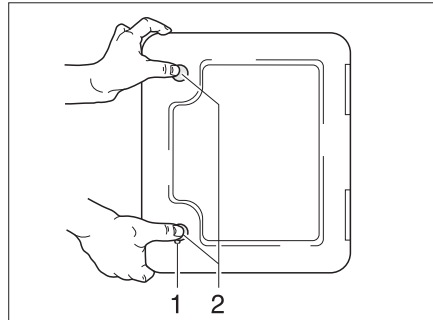

Bild 144 Klappe für die Toiletten-Kassette
- Die Klappe für die Kassette außen am Fahrzeug öffnen. Dazu den Schlüssel in den Schließzylinder des Druckschlösses (Bild 144,1) stecken und eine viertel Umdrehung drehen.
- Beide Druckschlösser (Bild 144,2) gleichzeitig mit dem Daumen drücken und die Klappe für die Kassette öffnen.